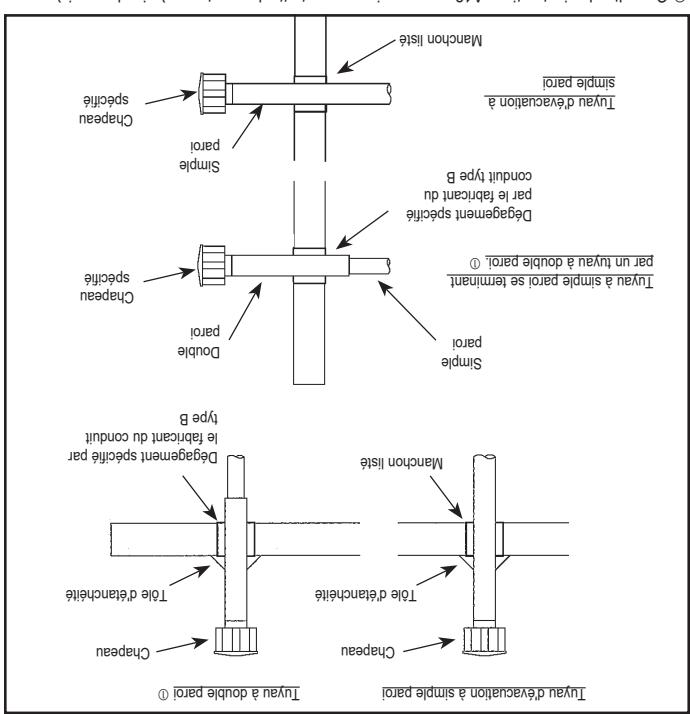

Figure 6.1 - Cheminée traversant un mur ou un toit combustible
- A10. Si le tuyau traverse une cloison ou un plancher INTÉRIEUR combustible, la traversée doit être munie d'un manchon métallique longueur supérieure à 1,8 m (6 pi), le manchon peut avoir un diamètre de 5 cm (2 po) seulement de plus que le tuyau. Si l'ny a pas de stûle entière l'appareil et la traversée du mur ou du plancher a une ayat un diamètre de 10 cm (4 po) de plus que le tuyau. Si le tuyau a une autre longueur l'appareil doit être munie d'un manchon métallique de 5 cm (2 po) assurer un dégagement d'au moins 15 cm (6 po) tout découps pour assurer un dégagement d'au moins 15 cm (6 po) tout manchon de traversée, tous les matériaux combustibles doivent être rapport aux conducteurs de type B pour marquer une distance par tronçon du conducteur d'évacuation pour marquer une distance par plancher. Voir la figure 6.1 Tout matériau utilisée pour boucher cette ouverture doit être incombustible.